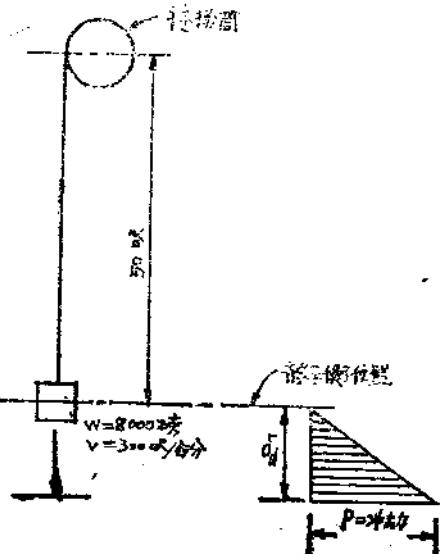

图1—8
(C) 振动频率 = f , 而 t (每次振动时间) = $1/f$ 。参看下页图1—9。于是
题1—6. 在图1—10中的各杆有相同的横截面积。在加载之前各杆内没有应力。每杆都是0.5吋方。